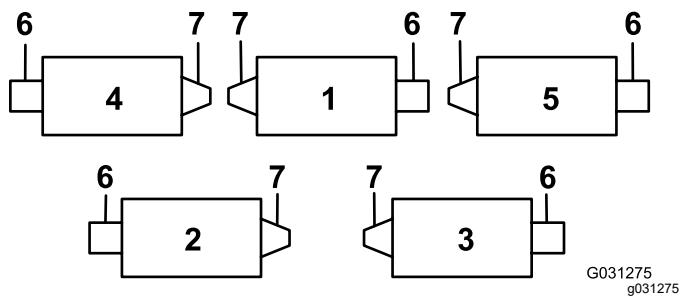
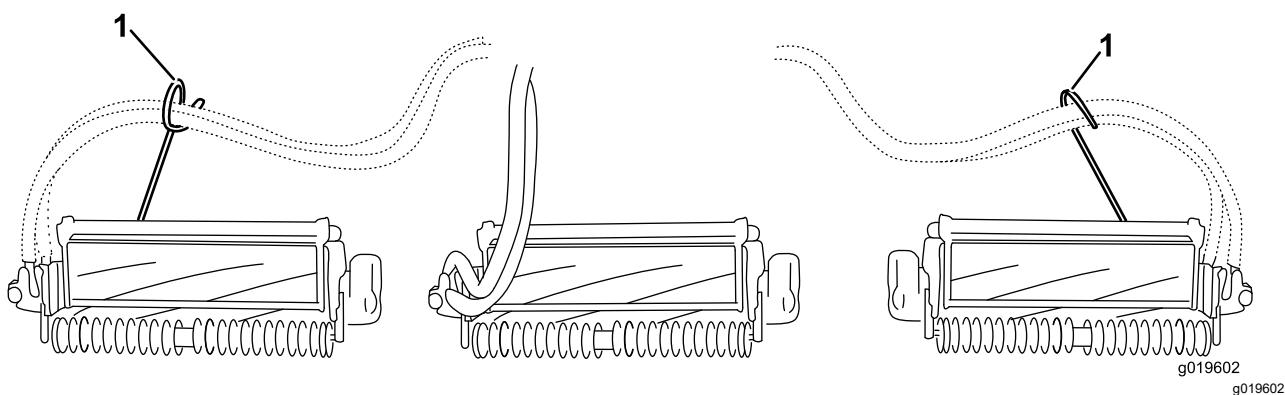
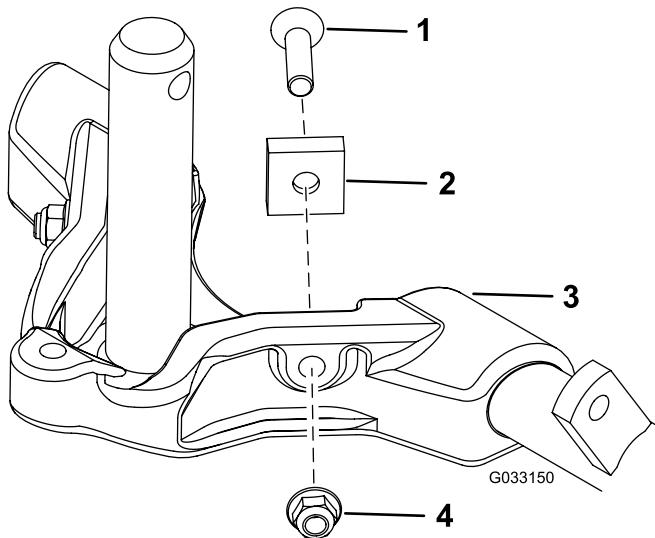

図 12
図 14
図 15
重要4番左前カッティングユニットと、5番右前カッティングユニットでは、ロッドブラケット取り付けナットを使って、各ユニットのタブの前にホースガイドを取り付ける。ホースガイドは、中央カッティングユニットに向かって傾斜するのが正しい図12-図14。
- 後ろのカッティングユニット2番と3番のキャリアフレームから、ピボットスペーサ、六角ソケットねじ、およびフランジロックナット各2図15を取り外すことにより、これらのカッティングユニットの首振り追従性能を向上させることができます図12。